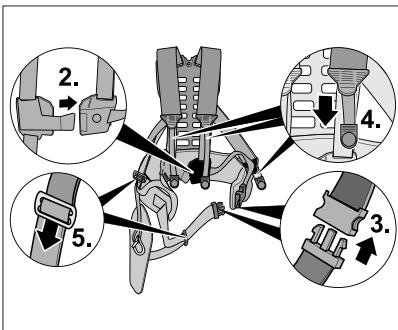

Fig. 02
- Feche todas as travas de segurança (2, 3, 4 e 5), [Fig. 02].